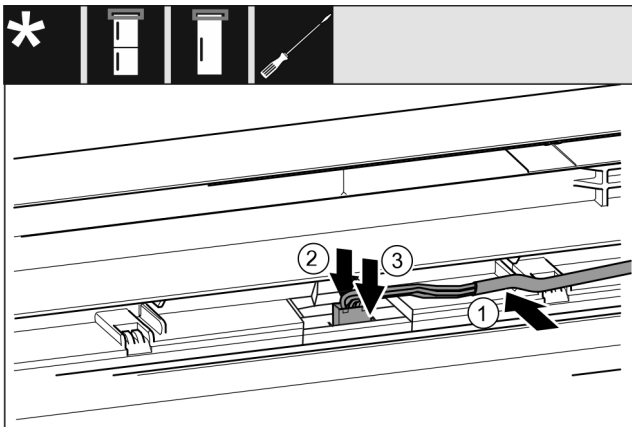

Fig. 54 Kühl-/Gefrierkombinationen / Gefriergeräte / Kühlgeräte*
- ▶ Kabel Fig. 54 (1) in die Führung in der oberen Tür einlegen.*
- ▶ Rastnase Fig. 54 (2) nach hinten drücken.*
- ▶ Stecker Fig. 54 (3) einrasten.*